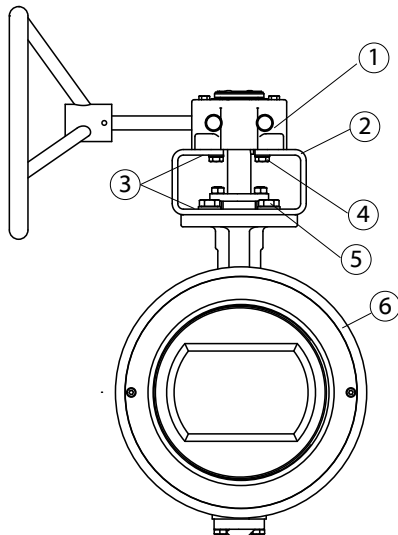

Fig.4-2
Consulte la (→ Fig. 4-2) para la identificación de los componentes; consulte también las instrucciones de la válvula para los requisitos específicos de la posición cerrada de la válvula.
Consulte la (→ Fig. 4-2) para la identificación de los componentes.
2. Quite los cuatro tornillos de montaje (→ Fig.4-2/4) y las arandelas (→ Fig.4-2/3)
1. Ponga el engranaje (→ Fig. 4-2/1) y la válvula (→ Fig. 4-2/6) en la posición cerrada.
2. Coloque el soporte de montaje (→ Fig. 4-2/2) en la válvula (→ Fig. 4-2/6), y apriete los pernos (→ Fig. 4-2/5).
4. Apriete los pernos (→ Fig. 4-2/4).